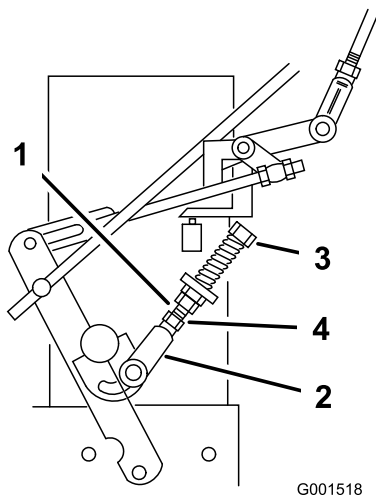

Figure 35
9. Si la roue tourne quand le levier de déplacement est maintenu au point mort, il faut régler les timoneries de commande du point mort (Figure 35). Si la roue s'arrête, passez à l'étape 12.
10. Desserrez l'écrou contre la chape de timonerie de commande de point mort (Figure 35).
11. Ajustez la timonerie de commande du point mort jusqu'à ce que la roue motrice correspondante s'arrête quand le levier de commande est tiré contre le ressort de point mort (position point mort) (Figure 35).
12. Tournez le boulon de réglage de 1/4 de tour approximativement dans le sens horaire si la roue tourne en arrière, ou de 1/4 de tour approximativement dans le sens anti-horaire si la roue tourne en avant (Figure 35).